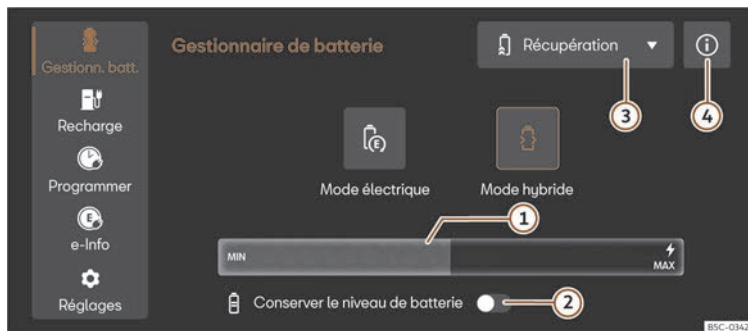

Fig. 123 Sur le système d'infodivertissement : menu Gestionnaire de batterie
- Sélectionnez **Mode électrique** ou **Mode hybride** dans le système d'infodivertissement. Pour plus d'information sur le mode de fonctionnement, consultez ① >>> **fig. 123** ④.
Légende de la >>> **fig. 123:**